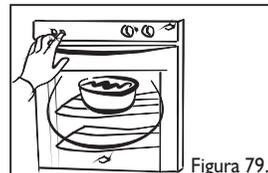

Figura 79.
- Evite extraer el alimento para visualizar el estado del gratinado. Se recomienda encender la luz del horno para la operación de supervisión (Ver figura 79).